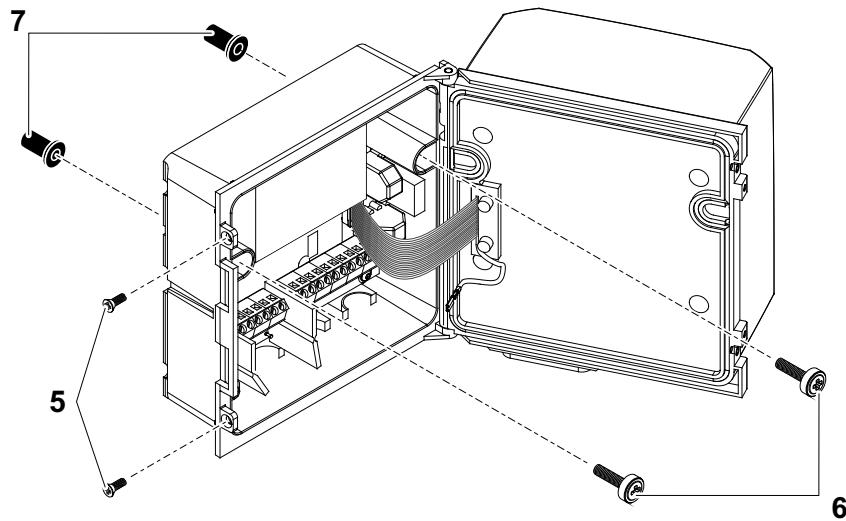

Fig. 3-6 Montagem da blindagem solar: Pré-montar as porcas cegas ISO
- 2 Retirar os dois parafusos de contrapeso (pos. 5 em Fig. 3-6) e balançar a abrir a tampa.
- 3 Inserir os parafusos de cabeça cilíndrica (pos. 6 em Fig. 3-6) com as arruelas plásticas nos orifícios de montagem perfurados e apertar frouxamente as porcas cegas ISO (pos. 7).
- 4 Posicionar o transmissor universal na blindagem solar e fixar no lugar com os dois parafusos (pos. 6 em Fig. 3-6).
- 5 Fechar a tampa e fixar com os dois parafusos de cabeça escariada (pos. 5 em Fig. 3-6).